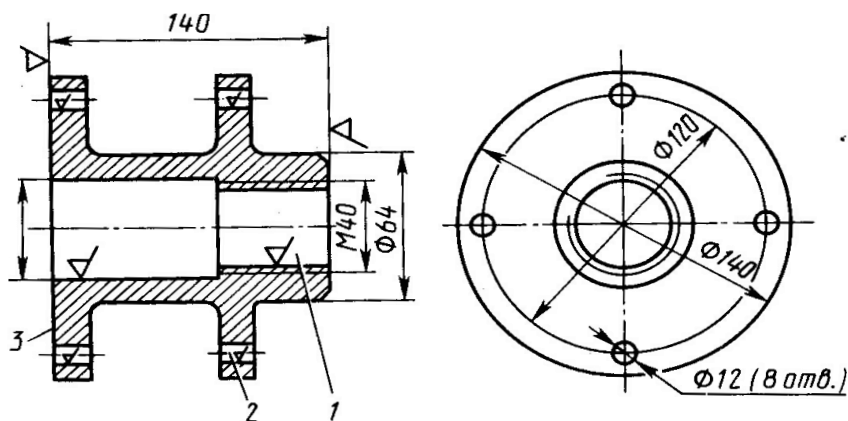

Рис. 9
2. По эскизу детали (рис. 9) разработайте эскизы: элементов литейной формы, модели стержневого ящика, собранной литейной формы (в разрезе). Опишите последовательность изготовления литейной формы методом ручной формовки. Материал детали – чугун СЧ20.